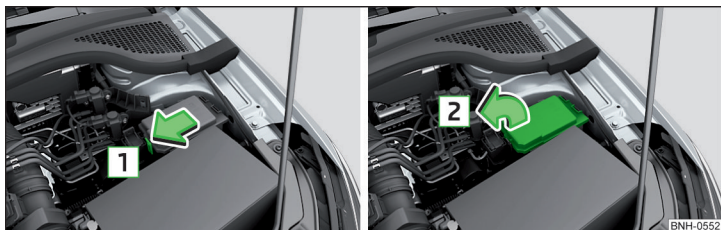
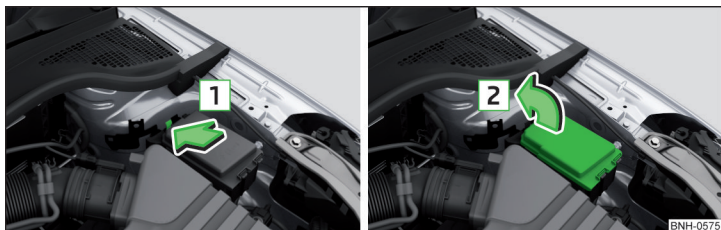

Fig. 177 Tapa de la caja de fusibles - Variante 1
Fig. 178 Tapa de la caja de fusibles - Variante 2
- > Presione la tecla de bloqueo de la cubierta en el sentido de la flecha **1** » fig. 177 o » fig. 178.